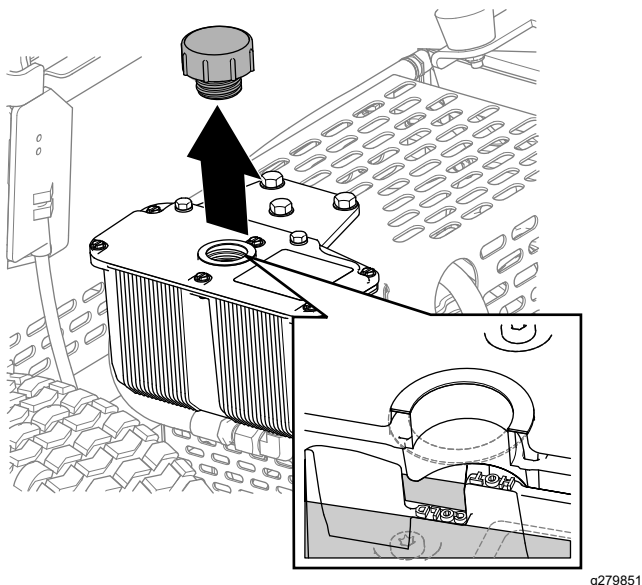

図 36
3. キャップを外してタンク内の油圧オイルの量を調べる **図 36**。